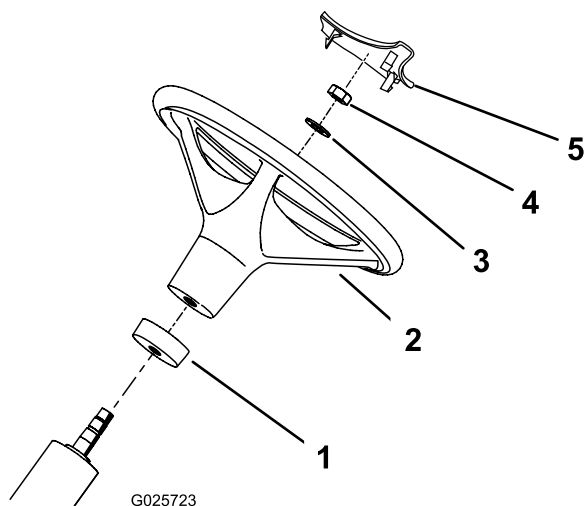

図 2
2. ウレタン・カラーを、径の小さい方からステアリング・シャフトにはめ込む（図 2）。
3. ハンドルをステアリング シャフトにはめ込む（図 2）。
4. ハンドルをステアリング・シャフトにはめ込み、ワッシャとロックナットで固定する（図 2）。ロックナットを20-26 ft-lbs (27-35 Nm= 2.8~3.6 kg.m) にトルク締めする。
5. ステアリングホイール（ハンドル）にカバーを取り付ける（図 2）。